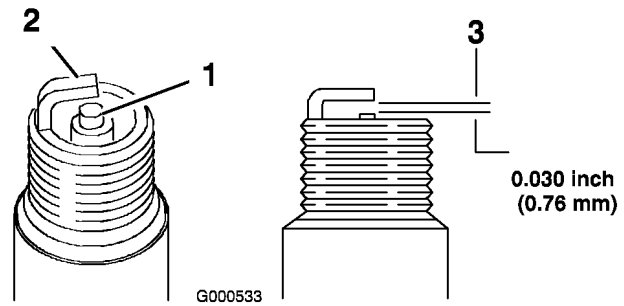

Figure 29
1. Examinez le centre de la bougie (Figure 29).
2. Contrôlez l'écartement entre l'électrode centrale et l'électrode latérale (Figure 29).
Courbez l'électrode latérale (Figure 29) si l'écartement est incorrect.